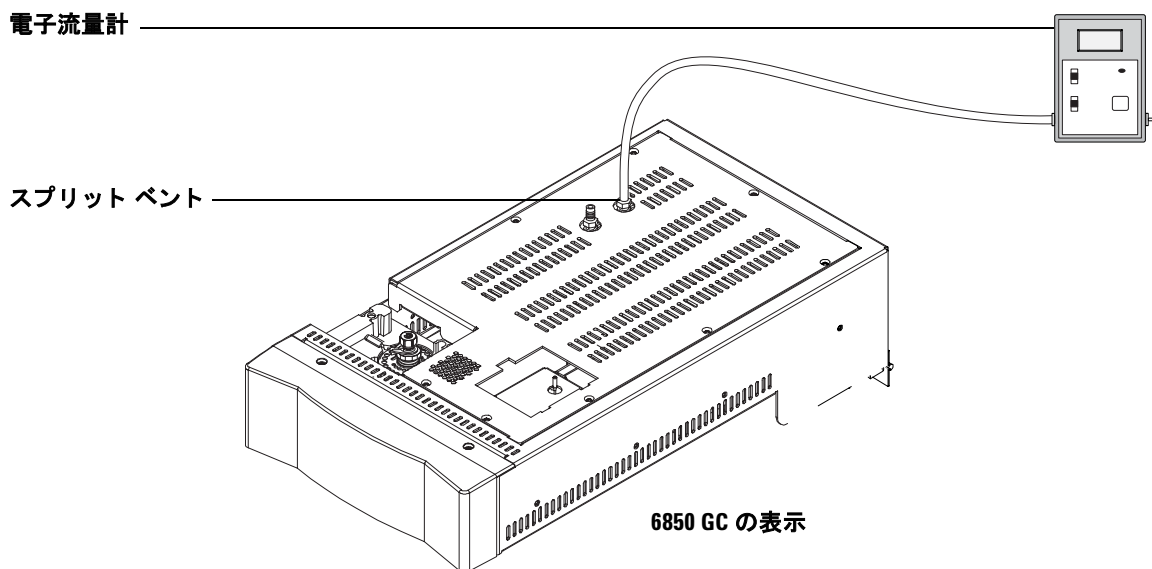

図 18 スプリット ベント流量を測定する
- 4 電子流量計を GC スプリット ベントに接続します。スプリット ベントからの流量がカラムに必要な流量と同じになるまでヘッドスペースの搬送ガスの流量を増やします。スプリット比は 1:1 です。この流量はカラム流量と同じです。図 18を参照してください。流量計を取り外します。